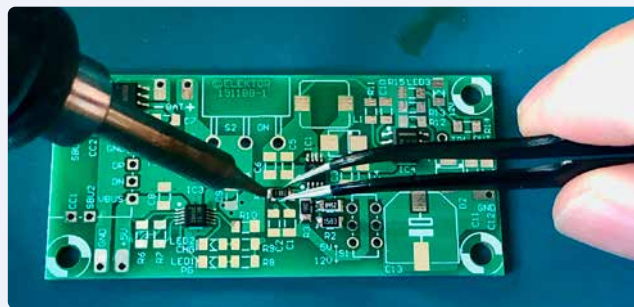

Figure 2. Soudage des résistances.
Les CMS ne sont pas bien grands, notamment les résistances et les condensateurs, ce qui peut intimider un débutant. Cependant, ils ne sont pas tellement plus petits que les résistances ¼ W courantes dans les kits à composants traversants (TH). Cette taille est idéale pour commencer à se frotter à la soudure de CMS (**fig. 2**).